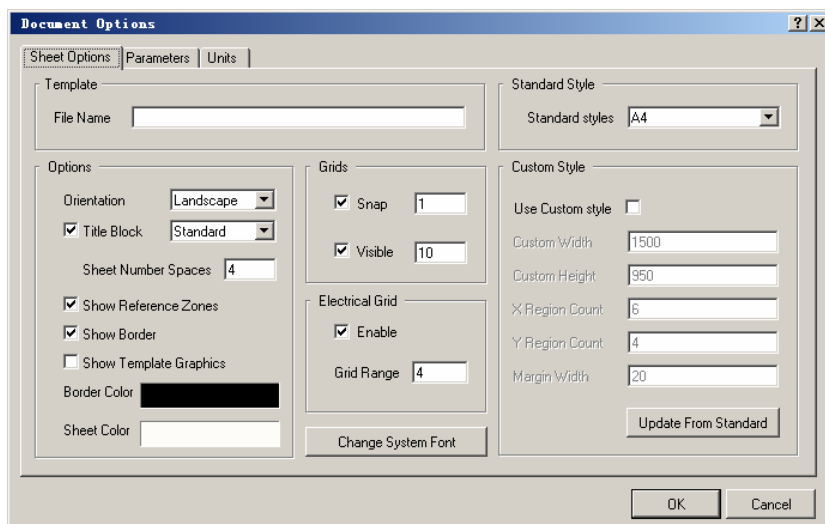

图 2.50 “Document Options”对话框
(1) 启动 Altium Designer，选择打开 2.3.1 节创建的“MyWork.DSNERK”设计空间，系统自动调入设计空间中的 PCB 项目“ExamplePCB_Prj1.PrjPcb”，双击该项目下的“ExampleSheet.SchDoc”文件，进入原理图编辑界面。
(2) 在原理图编辑窗口的工作区中单击鼠标右键，然后在弹出的快捷菜单中选择“Document Options...”命令，或直接选择“Design”->“Document Options...”命令，打开如图 2.50 所示的“Document Options”对话框。
如图 2.50 所示的“Document Options”对话框内有两个选项卡，即“Sheet Options”选项卡和“Parameters”选项卡，分别用来设置文档选项和文档中的参数，其具体功能介绍如下。